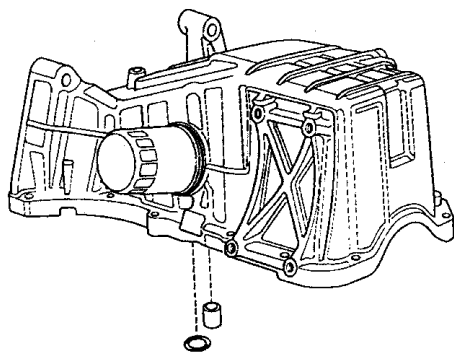

图 2-59 安装定位销和 O 形密封圈
5) 如图 2-59 所示，使用定位销和一个新的 O 形密封圈安装油底壳。